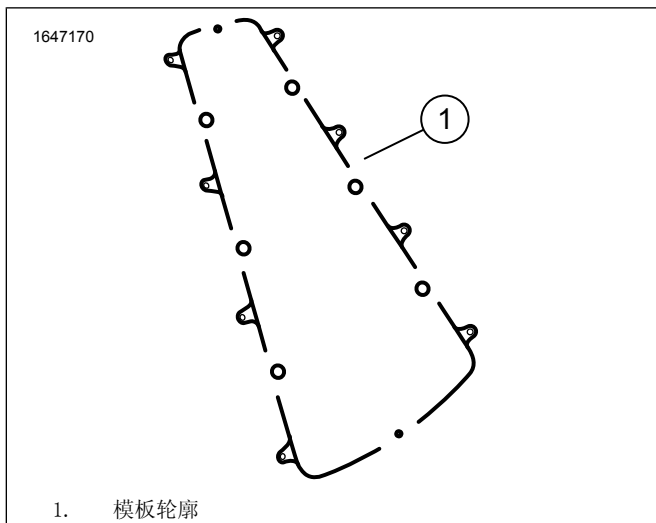

图9。模板轮廓
2. 参见图9。使用记号笔，将钻孔模板轮廓(1)画到边箱的遮蔽胶带上。
- e. 参见图9。钻孔模板位置不动，使用适当锯子，沿着模板轮廓(1)的外部切割。